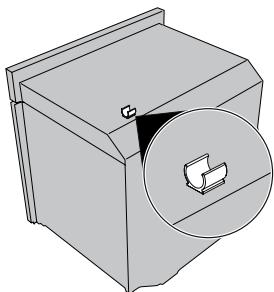

Figura 6
3. Si está presente, retire el soporte del cable del conducto de la parte superior trasera del horno (Figura 6).